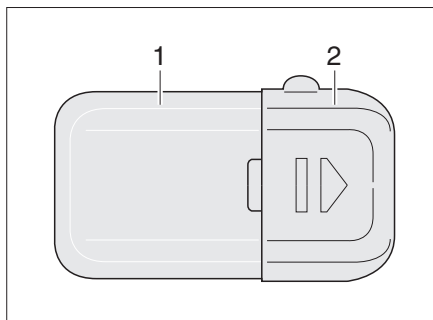

Fig. 183 Eclairage de la penderie
- Légèrement presser ensemble le cache de luminaire (Fig. 183,1) et l'enlever.
- Pousser le couvercle (Fig. 183,2) dans la direction de la flèche.
- Repousser le couvercle (Fig. 183,2) en place.